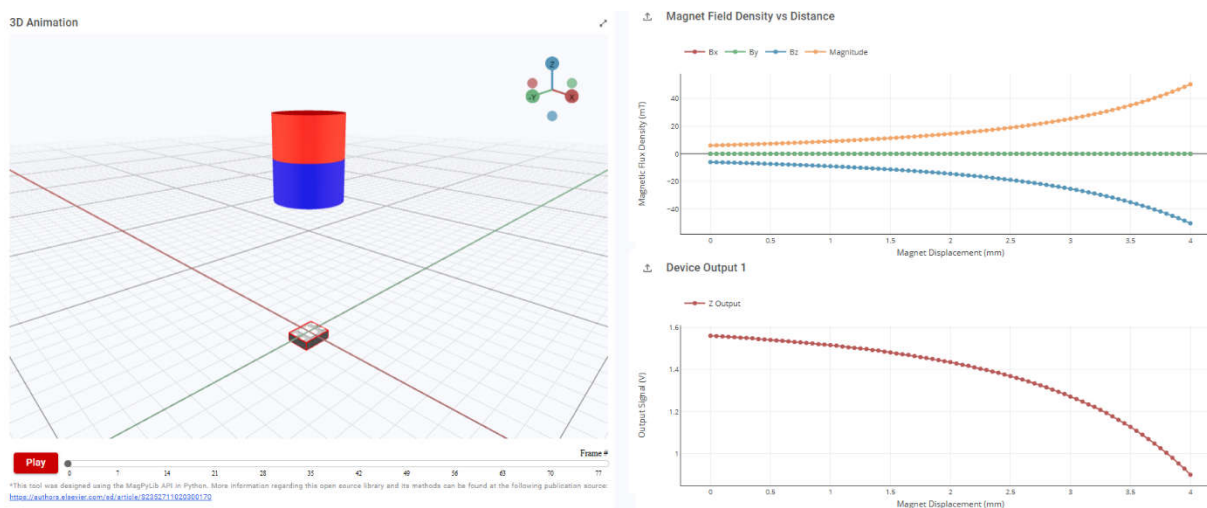
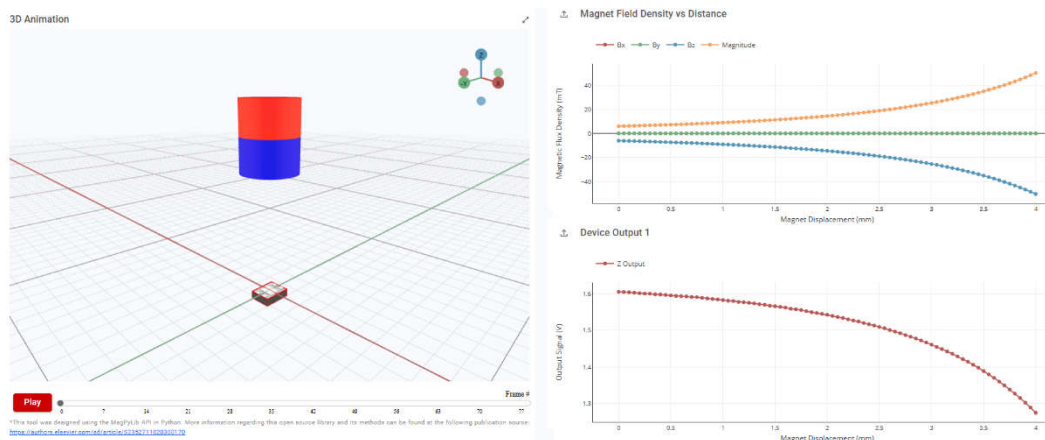

図 3-6. TMAG5253BA3 キー押下結果
図 3-7. TMAG5253BA4 キー押下結果
**TMAG5253BA3** バリエーションの結果を図 3-6 に示します。このバリエーションは磁気範囲が  $\pm 80\text{mT}$ 、標準的な感度が  $15\text{mV/mT}$  です。図 3-6 から、これがセンサに近づくにつれて、磁界が着実に増加していることがわかります。
また、図 3-7 に、**TMAG5253BA4** バリエーションの結果を示します。このバリエーションは、磁気範囲が  $\pm 160\text{mT}$ 、感度が  $7.5\text{mV/mT}$  の低いものです。図 3-6 と図 3-7 のデバイス出力のグラフ結果を比較すると、**TMAG5253BA3** は **TMAG5253BA4** よりも精度の高いデータを提供するため、より正確な動きの追跡が可能であることがわかります。